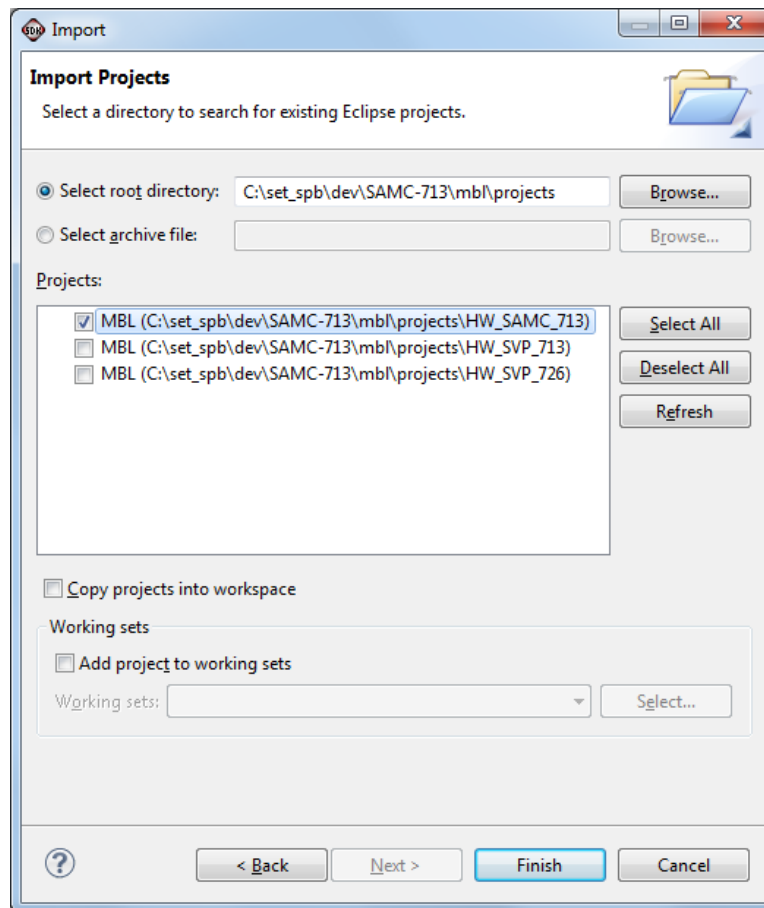

Рисунок 3-12: Выбор проекта для импорта в Xilinx SDK
3. В открывшемся окне (рисунок 3-12) в поле «Select root directory», нажав кнопку «Browse...», выберите место расположения импортируемого проекта «C:\set_spb\dev\[имя_модуля]\MBL\projects». Например, для модуля «SAMC-713», на котором запускается аппаратная платформа с именем сборки «Core 0», путь к импортируемому проекту выглядит следующим образом: «C:\set_spb\dev\SAMC-713\MBL\projects».
4. Выберите в текущем окне (рисунок 3-12), в соответствии с типом используемого модуля FPGA, импортируемый проект, оставив напротив строки с его названием галочку выбора, и нажмите кнопку «Finish».